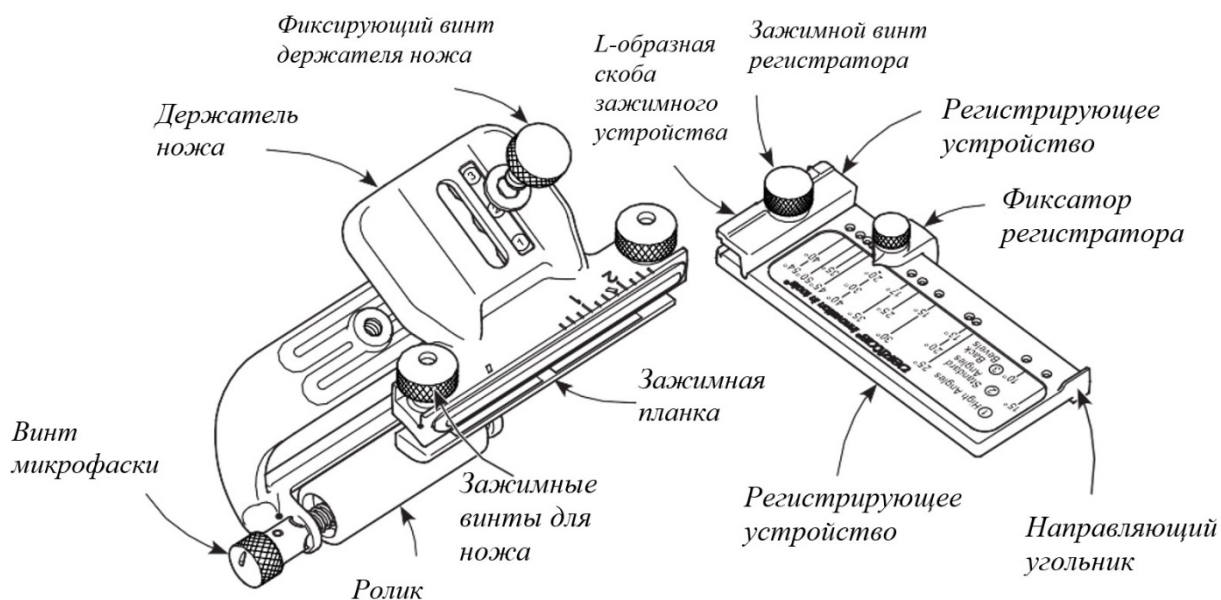

Рисунок 1. Основные компоненты устройства МК II
- Положение ①(красный) для высоких углов;
- Положение ②(желтый) для стандартных углов;
- Положение ③(зеленый) для задних фасок;
Ослабить фиксирующий винт держателя ножа (рисунок 1), затем поднять и вставить его в требуемое положение. Например, если угол заточки между 15° и 40°, установить винт в положение ② -желтый.